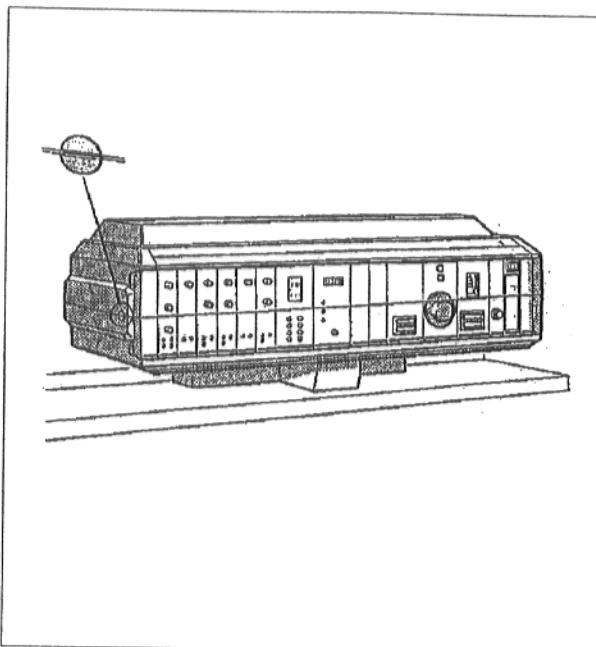

Fig. 1
- Șlițul șurubului capacului transparent al aparatului de reglare (Fig. 1) se va aduce în poziție orizontală, de exemplu cu o monedă. Capacul transparent se va ridica în față.
- Șlițul șurubului capacului transparent al aparatului de reglare (Fig. 1) se va aduce în poziție orizontală, de exemplu cu ajutorul unei monede. Capacul transparent se va ridica în față.